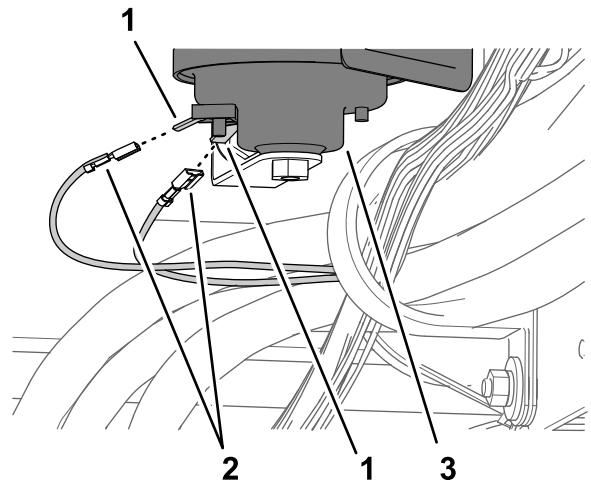

Bild 39
2. Stecken Sie die zwei Anschlussklemmen des Kabelbaums, die mit HORN beschriftet sind, in die zwei Flachstecker der Hupe ein (Bild 39).